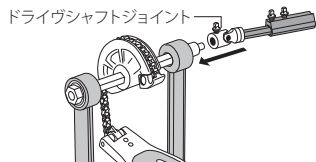

図11
1.サブペダル (左側)の右の接続部にドライブシャフトジョイントを差し込み、キーボルトで固定します(図11)。